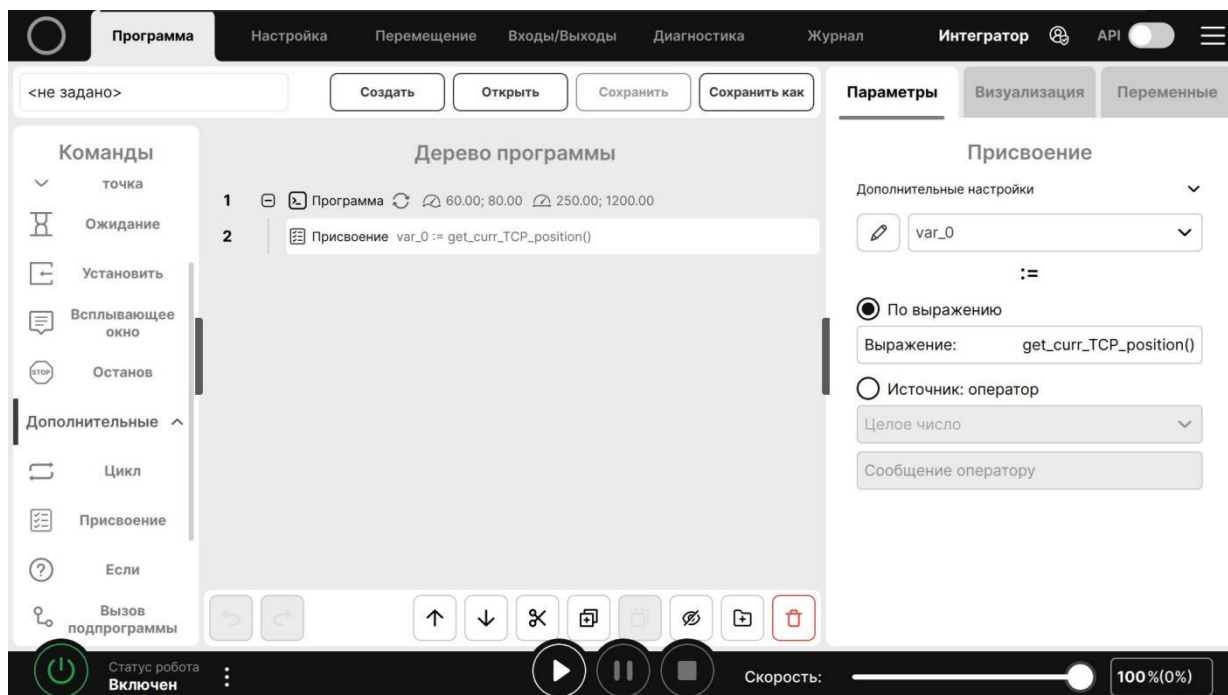

Рисунок 120 – Переменная с текущими координатами ЦТИ.
- Текущее положение ЦТИ (Рисунок 120). Нажав на «Функция» редакторе логических выражений, после чего выбрать `get_curr_TCP_position()`